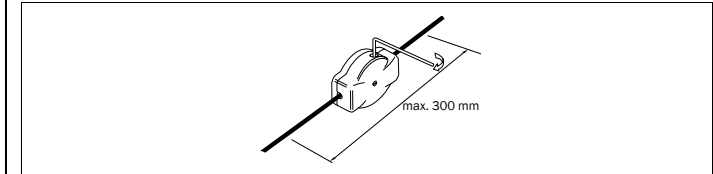

Abb. 10: Spannen des Seiles mit der Spannrolle.
- Erforderliche Seilspannung an der Spannrolle einstellen (Abb. 10). Achtung: das Seil darf beim Spannen mit der Spannrolle um max. 300 mm verkürzt werden!